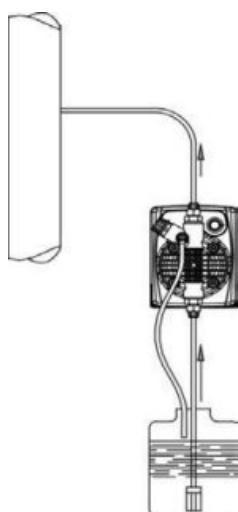
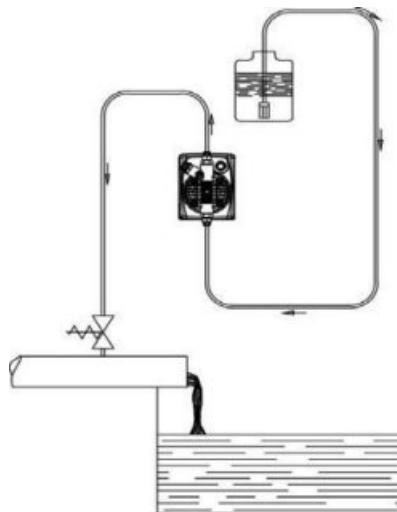

Рис. 5
Рис. 6
- c.** – Расположите насос, как показано на рис. 5, учитывая, что его можно устанавливать, как выше, так и ниже уровня дозируемой жидкости, при этом перепад уровней не должен превышать 2 -х метров. Если система работает при атмосферном давлении (без обратного), а емкость с реагентами расположена выше насоса (рис. 6) необходимо часто проверять состояние клапана впрыска, т.к. его износ может вызвать попадание реагента в систему даже при выключенном насосе. Если данная проблема появляется, Вам необходимо установить обратный клапан С между точкой выброса и клапаном . Не устанавливайте насос над емкостью с химическими препаратами, выделяющими большое количество паров, за исключением случаев, когда емкость герметично закупорена.